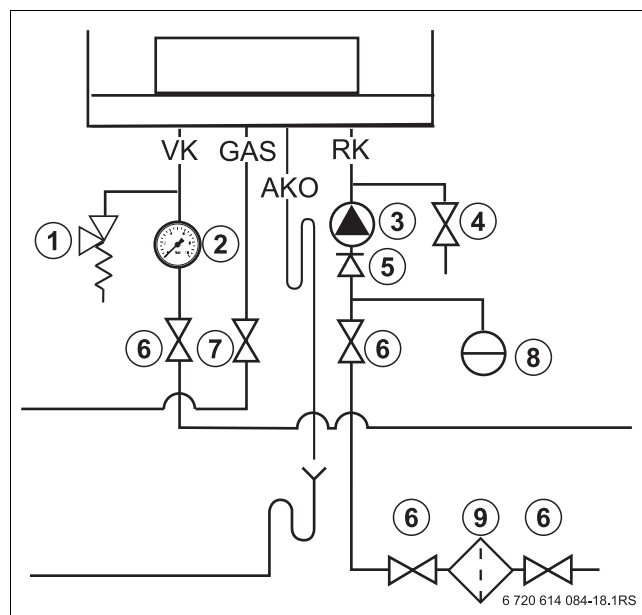

Bild 14 Wasser- und gaseitige Anschlüsse
- ▶ Für die Wartung und Instandhaltung des Heizgerätes in den Vorlauf einen Wartungshahn (→ Bild 14, [6], Seite 17) einbauen. Wartungshähne mit minimalem Durchmesser von 1½" verwenden.
- ▶ Die Pumpe (→ Bild 14, [3]) im Rücklauf montieren.
- ▶ Für die Wartung und Instandhaltung des Heizgerätes in den Rücklauf einen Wartungshahn (→ Bild 14, [6], Seite 17) einbauen. Wartungshähne mit minimalem Durchmesser von 1½" verwenden.
Zum Schutz der gesamten Heizungsanlage empfehlen wir, einen Schmutzfilter (→ Bild 14, [9], Seite 17) im Rücklaufrohr einzubauen. Bei Anschluss des Heizgerätes an eine schon länger bestehende Heizungsanlage ist der Einbau erforderlich.
- Unmittelbar vor und nach dem Schmutzfilter einen Wartungshahn (→ Bild 14, [6], Seite 17) für die Filterreinigung einbauen.